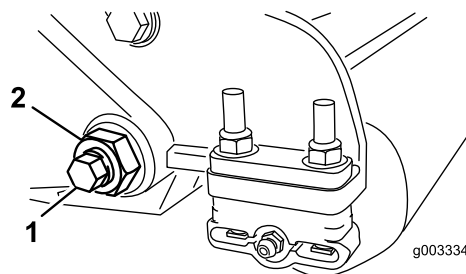

Bild 25
3. Lösen Sie an jeder Seite der Maschine die Klemmmutter, mit der die Schraube des Untermesserträgers befestigt ist (Bild 25).
4. Nehmen Sie jede Schraube des Untermesserträgers ab, damit der Untermesserträger nach unten gezogen und von der Maschine entfernt werden kann (Bild 25).